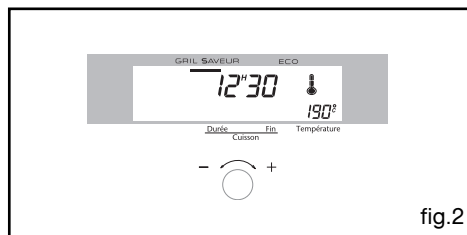

fig.2
- Après ces 3 actions, le feu et la barre horizontale dans l'indicateur sous le texte "GRIL SAVEUR" s'allument, vous indiquant que la fonction est en service (fig.2).